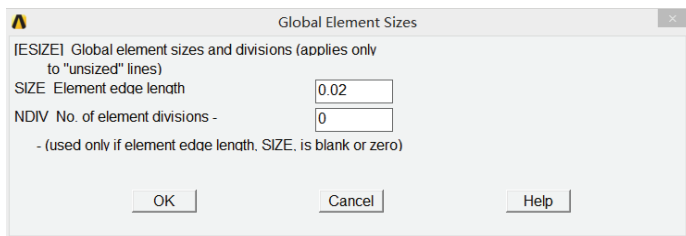

图 3-44 定义单元尺寸对话框
7) 选择 Main Menu | Preprocessor | Meshing | Size Cntrl | ManualSize | Global | Size 命令，出现 Global Element Sizes 对话框，在 Size Element edge length 输入栏中输入 0.02，如图 3-44 所示，单击 OK 按钮关闭该对话框。